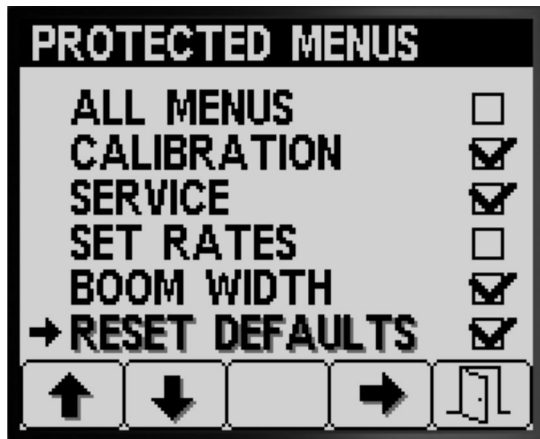

Figure 22
3. Appuyez sur le bouton 1 ou 2 pour naviguer jusqu'à l'option de menu dont vous voulez changer le code PIN de protection (Figure 22).
4. Appuyez sur le bouton 4 pour sélectionner l'option de menu (Figure 22).